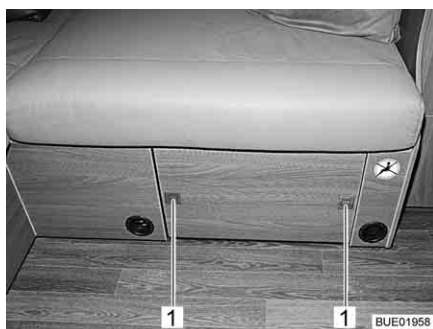

Bild 116 Soffbord, förvarat
Köra ut soffbordet: ■ Tryck på tryckknapparna (Bild 116,1) på sittlådans skydd. Tryckknapparna hoppar ut.
■ Tryck in tryckknapparna (Bild 116,1) tills de snäpper fast.